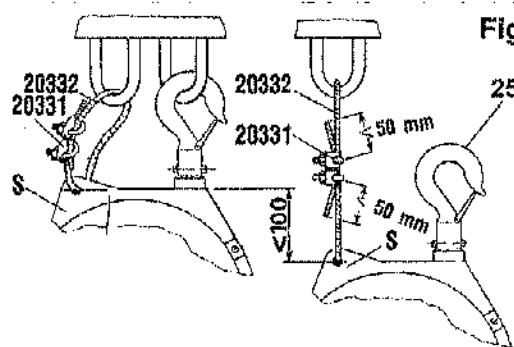

Fig. 1
⚠ Fije siempre la suspensión de seguridad (S) a un soporte adecuadamente dimensionado utilizando exclusivamente los accesorios suministrados (Fig.1). El soporte de seguridad NO DEBE SER el mismo usado para la suspensión principal (25) (Fig.1). La máxima caída en caso de rotura de la suspensión principal no debe superar los 100 mm. Apriete las tuercas de las abrazaderas 20331 (Fig.1) con un par de torsión de 4 Nm.
El equilibrador debe ser sometido periódicamente a inspección visual (por ejemplo, una vez por cada turno de trabajo), en particular para verificar el estado de las suspensiones (25) y (S) (Fig.1), los tornillos de fijación y los sistemas autoblocantes (si se usan), así como las condiciones de los ganchos y del cable.